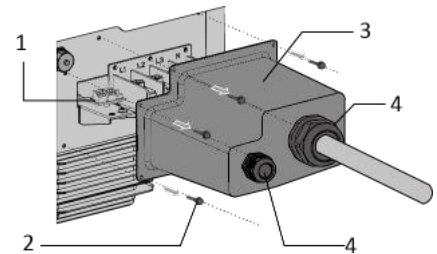

Abb. 36. Entfernen Sie die AC/COM-Kunststoffabdeckung
1. Entfernen Sie die AC/COM-Kunststoffabdeckung vom Gerät – bewahren Sie die Schrauben sicher auf (siehe Abb. 36) [ 4 1,6 Nm].